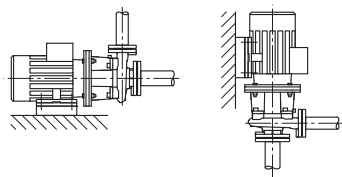

Fig. 41: Versio BL
- BL-mallisarjan lohkopumput on tuettava riittävän tukevaan perustukseen tai kannattimien avulla (Fig. 41). BL-tyypin pumpuissa moottoria on tuettava moottoritehosta 18,5 kW alkaen, katso asennusesimerki BL (Fig. 42).